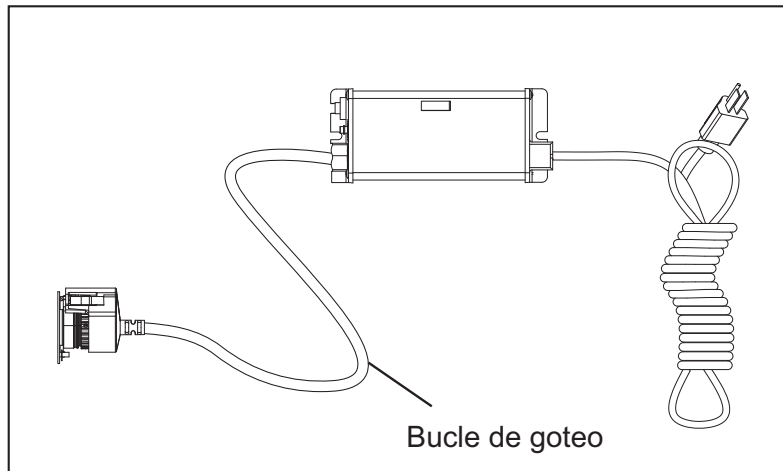

Figura 5 Bucle de goteo
- El controlador se debe montar encima o al lado de la cámara UV. Siempre monte el controlador horizontalmente para evitar que la humedad se filtre por la canalización de los cables y provoque un peligro de incendio. Es muy recomendable usar bucles de goteo en los cables conectados al controlador. Consulte Figura 5.
4. Monte el controlador VIQUA ICE de forma horizontal a la pared, cerca de la cámara UV. Lo ideal sería colocar el controlador sobre la cámara y lejos de cualquier punto de conexión de agua para evitar que se vierta agua en el controlador por medio de fugas en un punto de conexión o un sistema de "transpiración". Asegúrese de permitir un "bucle de goteo", como se muestra en Figura 5, en la lámpara UV, el sensor UV y el cable para evitar, de nuevo, que entre agua en el controlador.